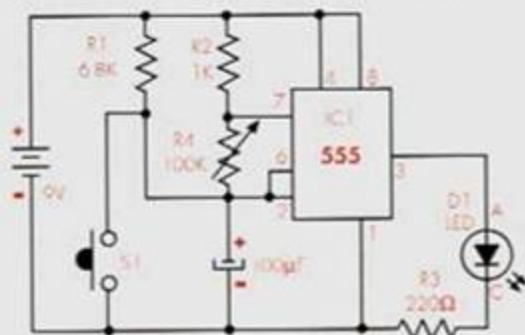

Figura 1. Diagrama esquemático
- Arme en el protoboard el circuito que aparece en el diagrama esquemático de la figura 1. Puede usar como guía el diagrama pictórico. Recuerde que puede montar los componentes en cualquier orden, a excepción de la batería, la cual debe conectarse de último. Revise la orientación del circuito integrado, de tal modo que sus pines no queden invertidos.